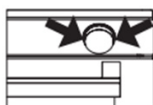

Figura 8
1. Rimuovere il contenitore dell'acqua estraendolo nei punti indicati dalla freccia. Riempire il contenitore dell'acqua (vedi figura 8) e farlo scorrere in direzione della freccia fino alla posizione iniziale per metterlo in posizione (vedi figura 9). (vedere figura 10) Dopo 10 minuti di preriscaldamento, far scorrere il contenitore dell'acqua in direzione della freccia fino a sentire un "clac". (vedere figura 11).